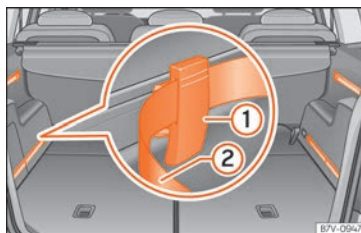

Fig. 173 En el maletero: sistema con raíles, elementos de fijación ajustables ① y cinturón tensor ajustable ②.
- Coloque un elemento de fijación con las roderas hacia arriba » fig. 173 ① en la parte superior de la guía y presione hacia abajo.